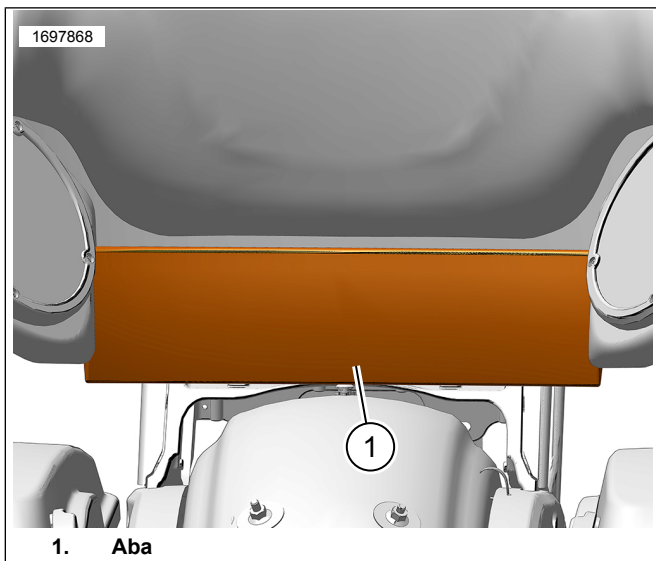

Figura 9. Aba
1. Veja a figura 9. Levante a aba (1) para ter acesso à área de montagem.